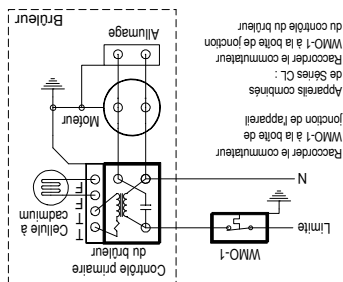

FIG. 6C
3. Reportez-vous à la Fig. 6C. En utilisant un conduit (BX) souple AC90 approprié ou équivalent, faites la connexion du commutateur WMO-1 en série avec le circuit de limite de l'appareil. Raccordez-le à la boîte de jonction de l'appareil.